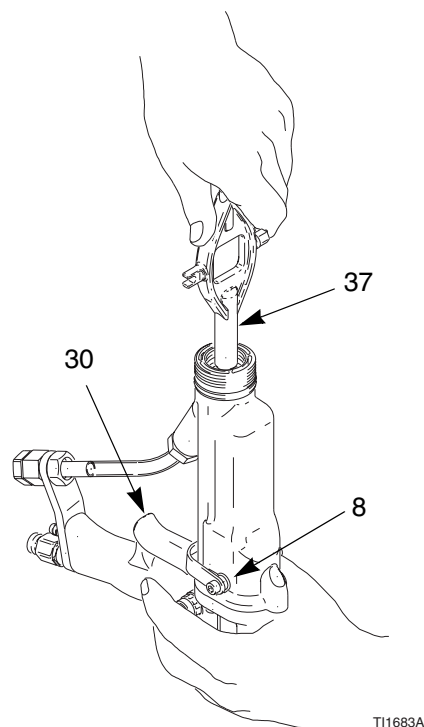

Fig. 26. Rimozione delle guarnizioni dell'ago
4. Allentare le viti del grilletto (8) ed il grilletto (30). Vedere FIG. 26.
5. Rimuovere l'asta premiguarnizioni (26), utilizzando l'attrezzo multiuso (37).